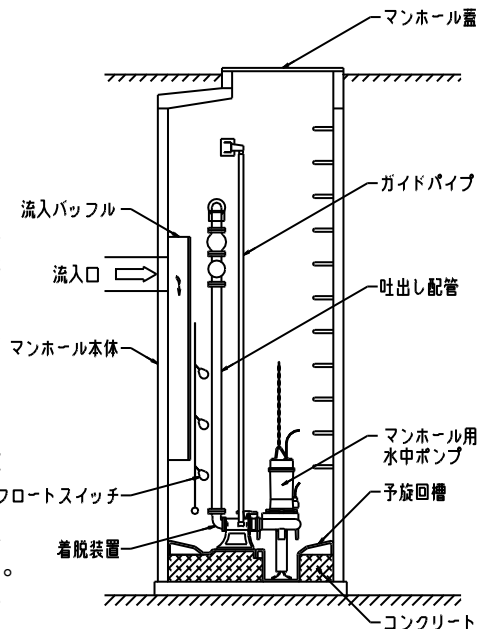

図 2
- 3) マンホール流入口には流入バツフルを設けマンホール内に乱流が起こらないようにしてください。吐出し配管は適当な位置で支持してください。（図 2 参照）